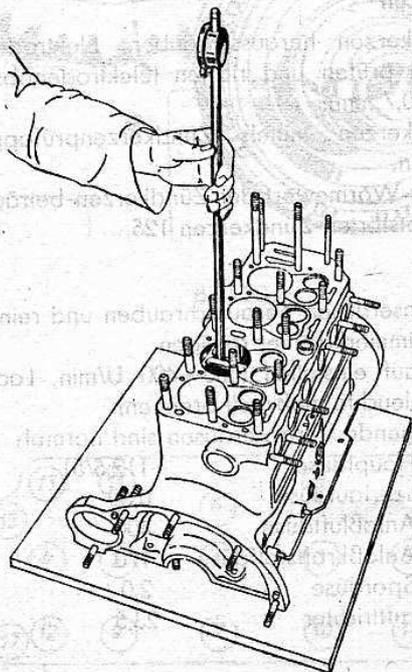

Bild 24
2. Alle Zylinderbohrungen mit der Innenmeßuhr (Bild 24 und 25) nach folgendem Schema ausmessen (Zahlen sind nur Beispiel):